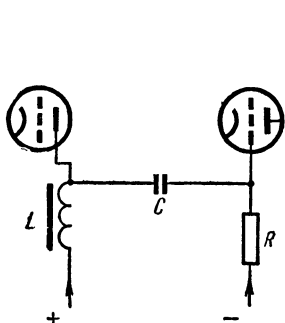

Рис. 57. Связь через индуктивное сопротивление (дроссель сердечником).
**Л.** — Конечно. Иногда в усилителе низкой частоты используется связь при помощи дросселя (рис. 57). В этом случае катушка индуктивности  $L$  делается с сердечником.